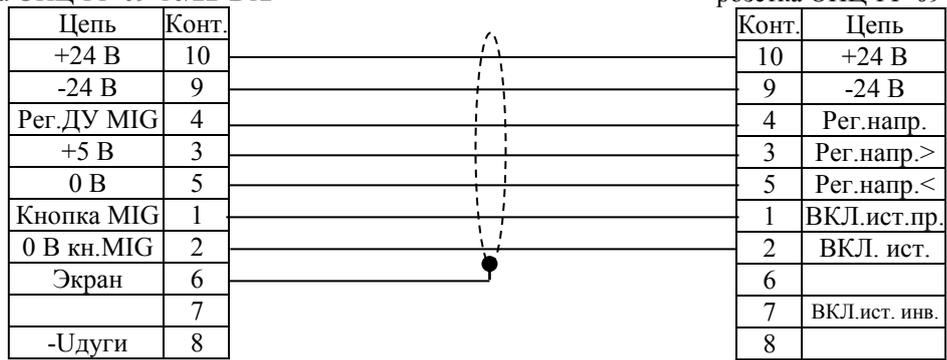
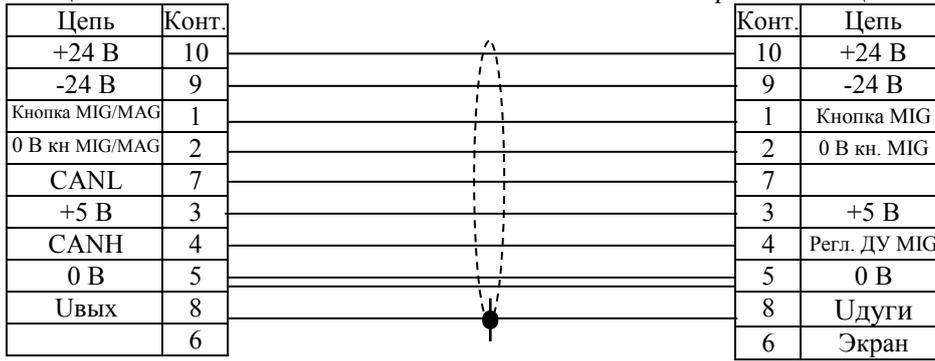

Рисунок 6.4. Схема кабеля управления ВИАМ.685621.127.
Рисунок 6.5 Схема кабеля управления ВИАМ.685622.094
6.2.2 Для работы с МПП на предприятии-изготовителе можно заказать кабель управления (см. рисунок 6.4) и силовой кабель (см. рисунок 6.5). При заказе указываются длины кабелей (см. таблицу 6.1).